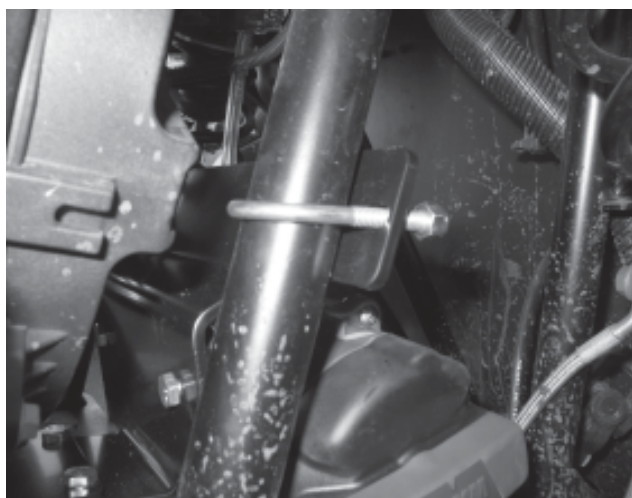

Figure 3
4. À l'aide du treuil, fixez la plaque de montage au cadre en utilisant 2 boulons en U de ¼-20, des rondelles et des écrous hexagonaux autobloquants. Serrez les écrous hexagonaux à la main pour le moment, afin d'aider à maintenir en position la plaque de montage alors que vous fixez le support du guide-câble et le reste de la visserie, voir la Figure 3.